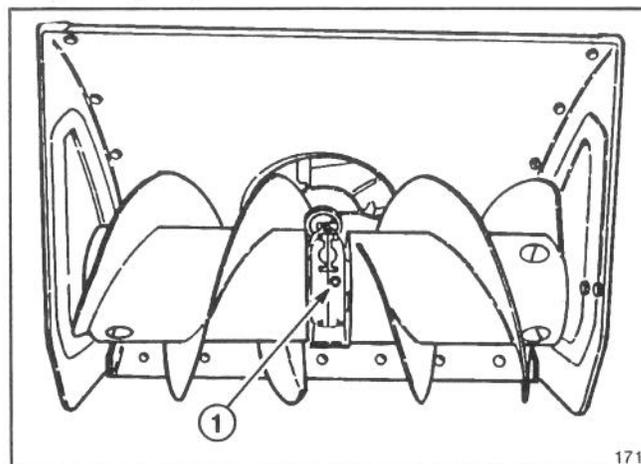

Figure 27
HUILE DE LA BOÎTE D'ENGRANAGE DE LA TARIÈRE (fig. 27)
3. Retirez l'obturateur de tuyau de la boîte d'engrenage (fig. 27).